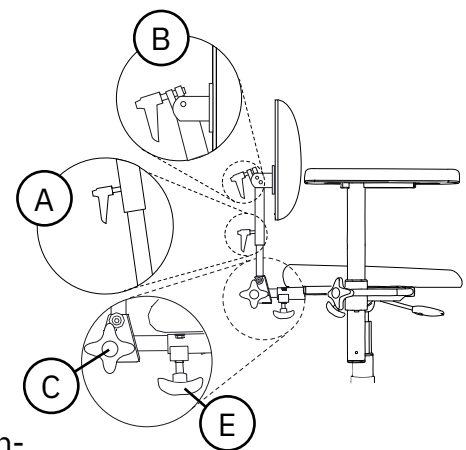

Abb. 5.28. Rückenlehnenmechanismus Medic.
Bei der Medic-Ausführung können die Höhe (A), der Winkel der Rückenlehne (B), der Winkel der Rückenlehnenfunktion (C) und die Tiefe eingestellt werden, siehe Abb. 5.28.